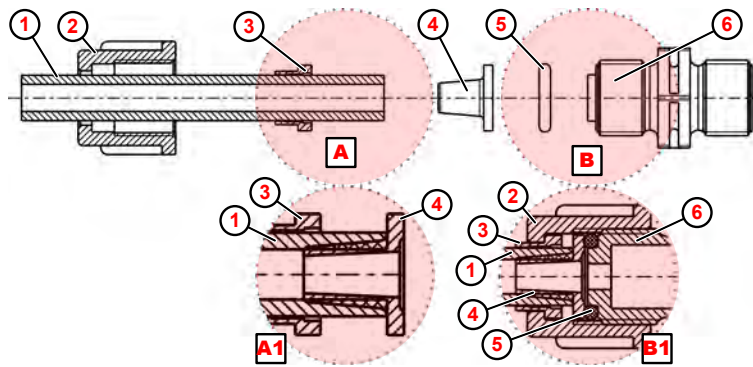

Abb. 5: Rohr- Schlauchanschluss mit Kegelteil
1. ➤ Schlauch (Abb. 5 , ①) gerade abschneiden.
2. ➤ Überwurfmutter ② über Schlauch ① schieben.
3. ➤ Spannteil ③ über Schlauch ① schieben.
4. ➤ Schlauch ① bis zum Anschlagbund auf Kegelteil ④ schieben (Detail Ⓐ1).
5. ➤ Spannteil ③ Richtung Kegelteil ④ schieben bis Widerstand spürbar ist.
6. ➤ O-Ring ⑤ in Nut von Saug- bzw. Druckventil ⑥ legen.
7. ➤ Überwurfmutter ② festziehen (Detail Ⓑ1).